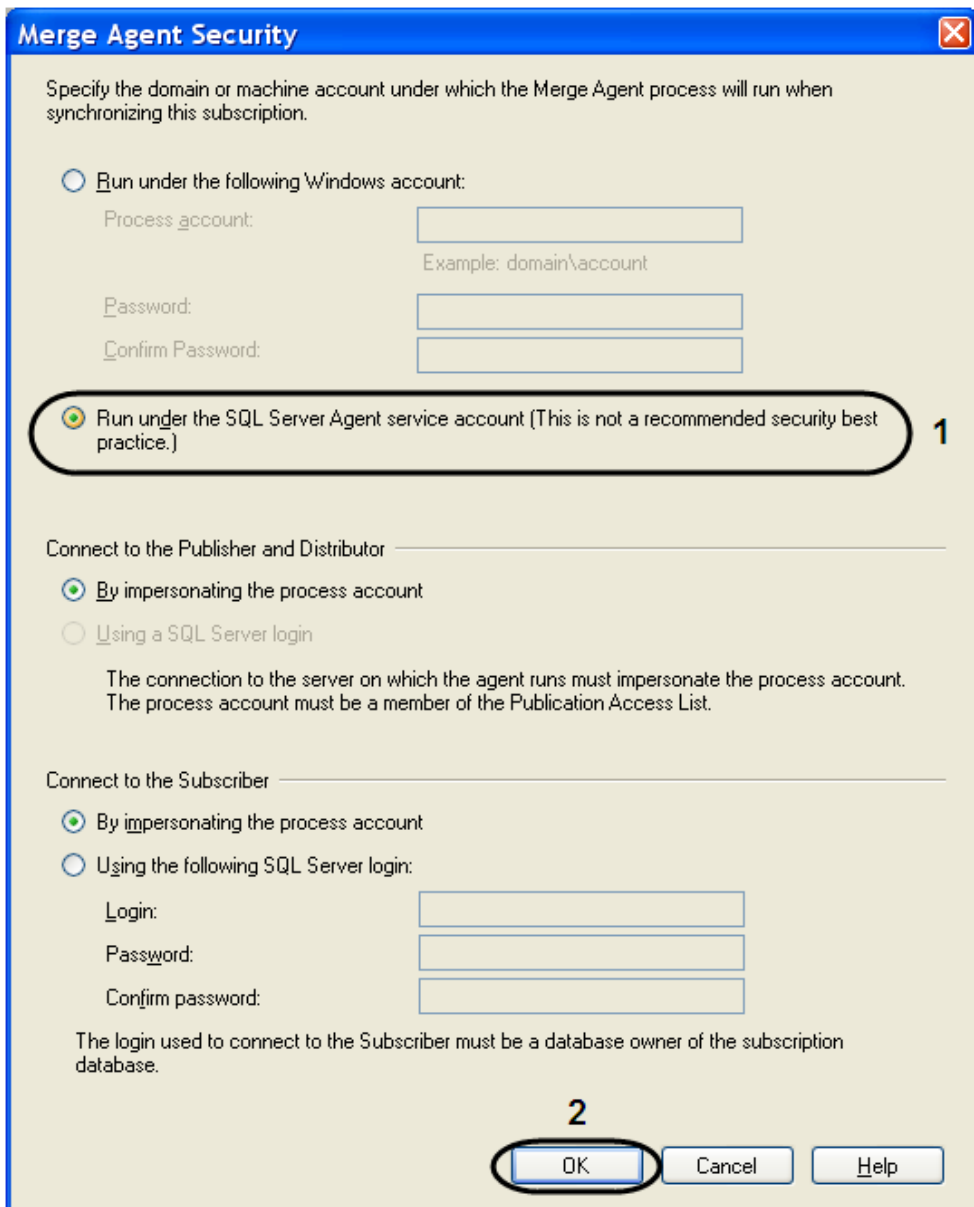

Рис. 11.3-17. Окно «Merge Agent Security»
14. В результате операции откроется окно «Merge Agent Security» (Рис. 11.3-17).
- 14.1. Установить переключатель в положение «Run under SQL Server Agent service account (This is not recommended security best practice.)» (Рис. 11.3-17, 1).
- 14.2. Для сохранения внесенных изменений нажать кнопку «OK» (Рис. 11.3-17, 2).